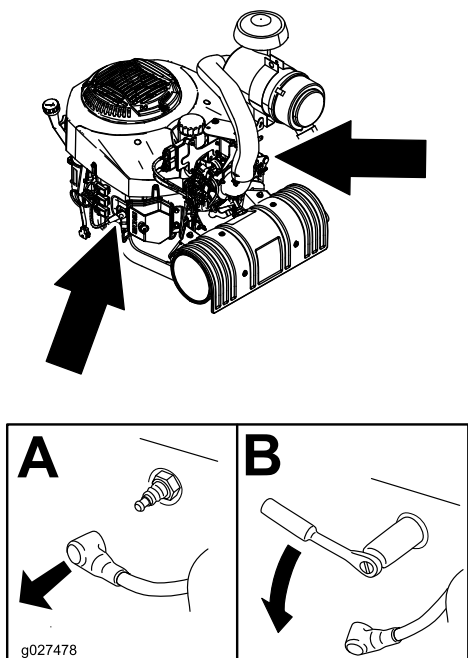

Figura 37
3. Localize e retire a(s) vela(s) de ignição como se mostra em Figura 37.